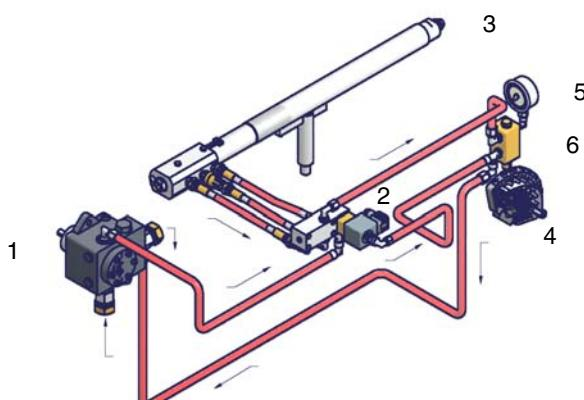

Рис. 28 - Предварительная продувка
- 13 Сместить кулачок “малое пламя на жидкое топливо” в сторону минимальной мощности, с тем, чтобы сервопривод начал закрываться, до тех пор, пока два подшипника не совместятся с регулировочным винтом, относящимся к самой низкой точке: закручивать винт **V2** для увеличения расхода, откручивать - для уменьшения, с целью получения значения давления, как на графике на Рис.28, на основании требуемого расхода.